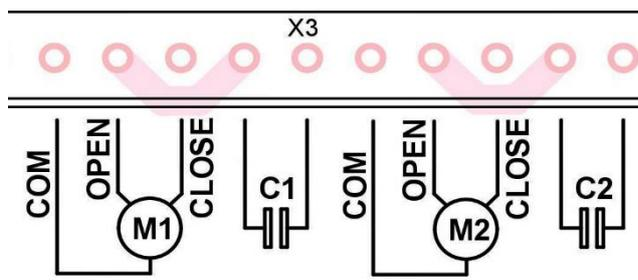

Рис. 2 Подключение моторов и конденсаторов
Клеммы «**COM**», «**OPEN1**» и «**CLOSE1**» нужны для подключения 1-го двигателя привода (который стартует первым на открытие) (Рис. 2), где «**COM**» - это общий провод, а «**OPEN1**» и «**CLOSE1**» - это 1-я и 2-я обмотки двигателя.
привода (который стартует вторым на открытие) (Рис. 2), где «COM» - это общий провод, а «OPEN2» и «CLOSE2» - это 1-я и 2-я обмотки двигателя.
**Конденсаторы** подсоединяются к клеммам «C1» и «C2» (Рис. 2). Если конденсаторы не подключить, то будет слышно гудение мотора, но вал двигателя при этом вращаться не будет.